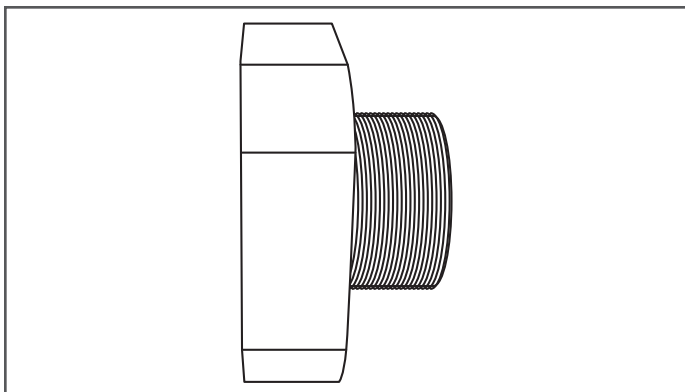

Figure 7-11
12. Inspectez la partie avant du raccord DoubleTrac®. Assurez-vous que le raccord ne présente aucun dommage au niveau du filetage NPT ou de l'adaptateur avant (Figure 7-11).